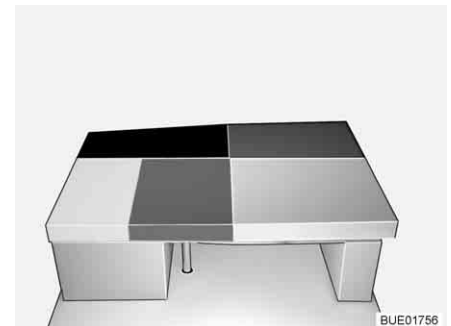

Fig. 133 Après la transformation
- Poser le coussin de dossier de la banquette sur la table (devant le coussin d'assise de la banquette, voir Fig. 133).
- Poser le coussin de dossier de la banquette latérale entre le coussin d'assise de la banquette latérale et la cloison (voir Fig. 133).